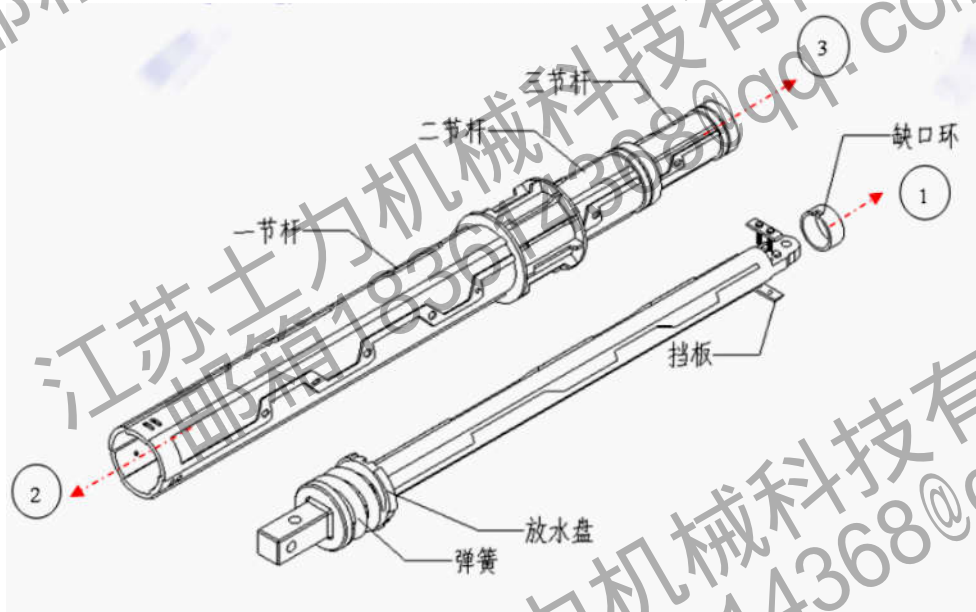

图2-2 拆装示意图
4) 沿钻杆下方图2-2中序号②所示方向, 将最里面一节钻杆 (第四节钻杆) 拉出。
5) 沿钻杆上方图2-2中序号③所示方向, 将第三节钻杆拉出。
6) 再沿钻杆上方图2-2中序号③所示方向, 将第二节钻杆拉出。拆解完毕。
1) 按图2-2中序号③所示反方向, 将第二节钻杆从第一节钻杆的上方装入。在第二节插入第一节花管时, 应将第二节的外牙和第一节的内牙槽对齐。
2) 按图2-2中序号③所示反方向将第三节钻杆从第二钻杆的上方装入。
3) 再按图2-2中序号②所示反方向将第四节钻杆从第三节钻杆下方装入, 注意不要遗忘弹簧和放水盘, 放水盘带缺口的一面往上。
4) 安装图2-2中序号1所示缺口环、挡板和螺栓。注意挡板的方向和反正面 (带有记号)。